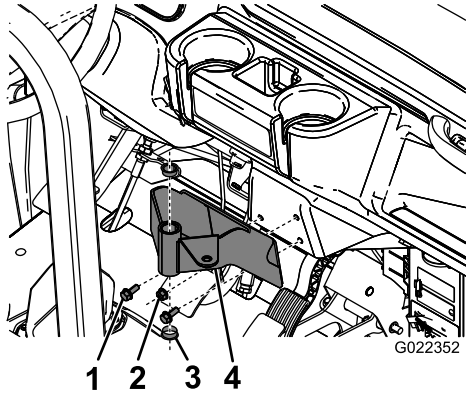

図 6
1. コンソール取り付けブラケットをワークマンのダッシュボードまたはアダプタプレートに取り付けるボルト3本とフランジナット3個を使い、図 6のように取り付ける。
2. 取り付けブラケットにプラスチック製ブッシュ2個を入れる 図 6。